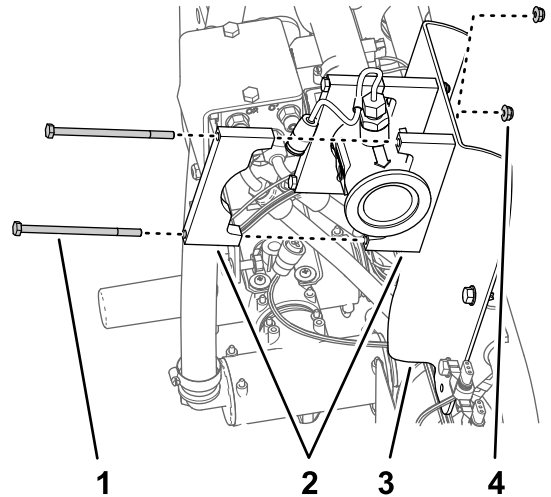

図 75
3. フローメータとフローメータブラケットとの間にサポートクランプ2個を入れ、ブラケットの穴に合わせる図75。
4. フローメータの裏側部分で、サポートクランプハーフを、ステップ3図75で組み付けたクランプハーフに合わせる。
5. クランプハーフ2個で1組をフローメータのブラケットに固定する図75ボルト1/4 x 4 1/2"2本とフランジロックナット1/4"2個を使用する。